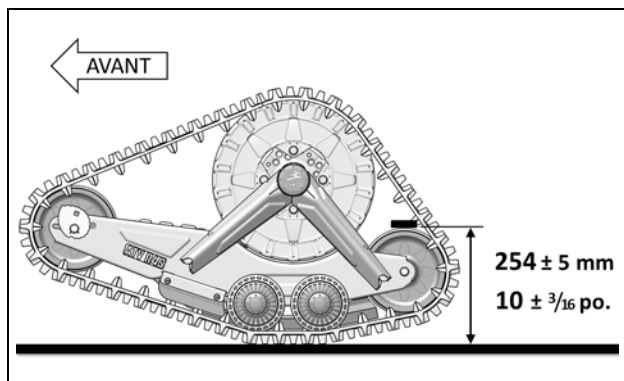

Figure 8
- Le réglage de l'angle d'attaque est bon lorsque la bulle est centrée dans le niveau. Contre-vérifier le réglage en validant la distance du dessus des pneus arrière au sol. Figure 8.
- Positionner une barre plate sur le dessus des pneus arrière du système de traction avant et mesurer à partir du sol jusqu'à la barre plate tel que montré à la Figure 8.